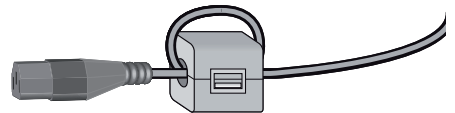

Abb. 24
- Gehäuse der Ferrithülse schließen (Abb. 24).